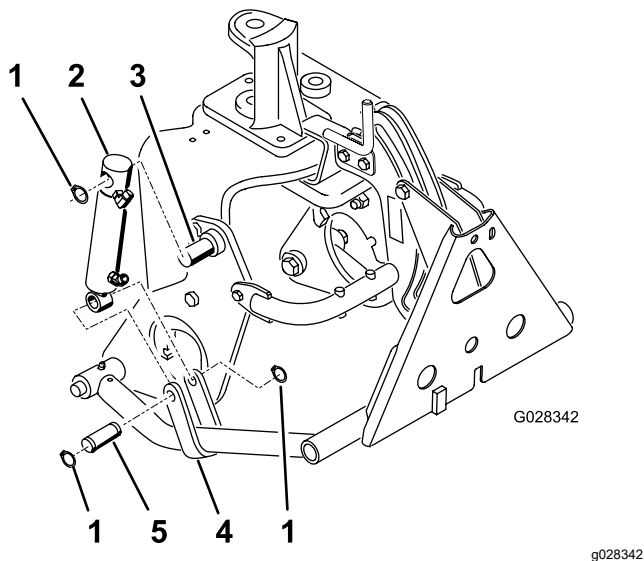

Рисунок 18
3. Установите верхнюю часть гильзы гидроцилиндра на штифте на правой плужной пластине с помощью стопорного кольца (Рисунок 18).
4. Установите шток цилиндра на скобах толкающего рычага с помощью штифта и 2 стопорных колец (Рисунок 18).